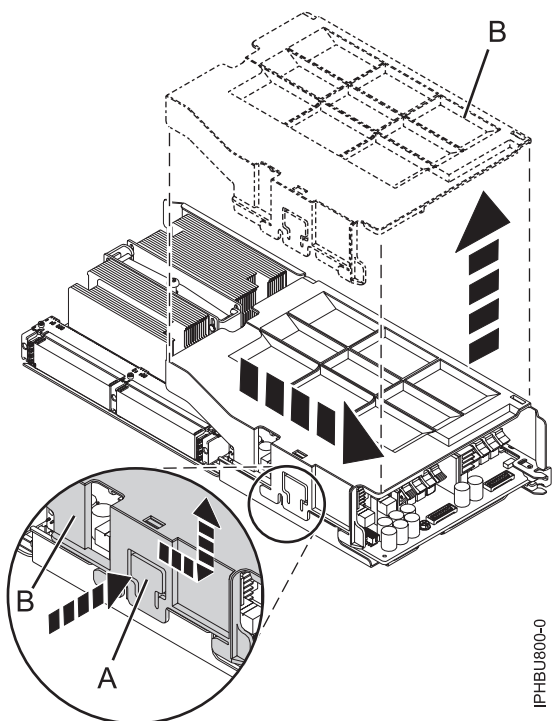

Figure 8. Retrait du capot du processeur système
- Si vous disposez du capot illustré dans la figure 8, enfoncez la languette (A), faites glisser le capot (B) vers la droite et retirez-le.